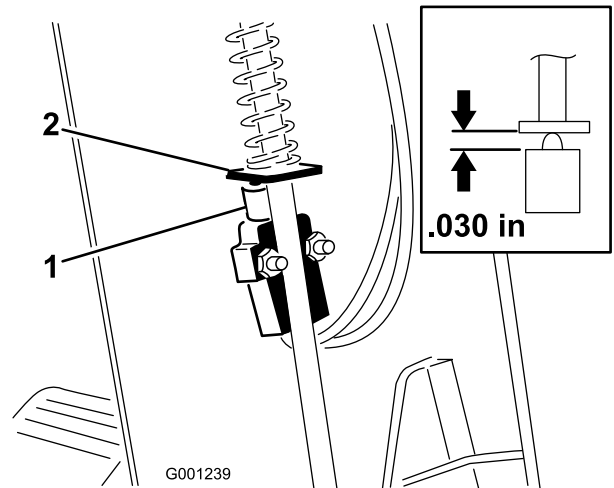

図 76
3. カバーを上へスライドさせて駐車ブレーキスイッチを露出させる 図 76。
5. 駐車ブレーキのロッドのパドルとスイッチのプランジャとを整列させる (図 76)。
6. 駐車ブレーキロッドを押し下げ、スイッチが押し上げられてプランジャが圧縮された時のプランジャの長さを 0.76mm とする 図 76 挿入図。